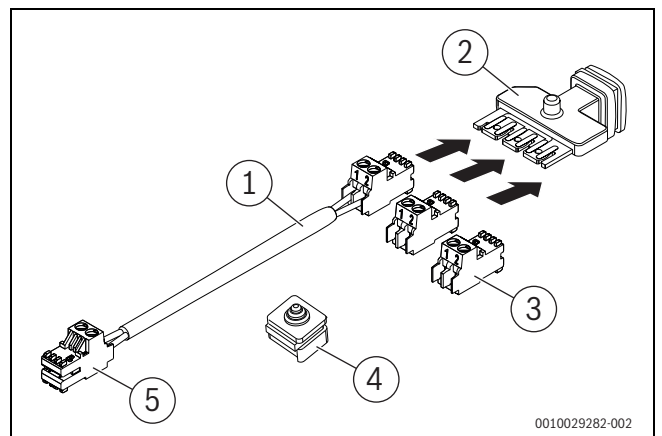

Bild 99 Lieferumfang Zubehör CS 37
- ▶ Kabel (→ Bild 99, [1]) mit Stecker an die EMS-BUS-Leiste (→ Bild 99, [2]) stecken.
- ▶ Beide Stecker (→ Bild 99, [3]) auf die Steckplätze der EMS-BUS-Leiste (→ Bild 99, [2]) stecken.
- EMS-BUS-Leiste (→ Bild 99, [2]) mit den Steckern nach unten in die Öffnung für die Kabeldurchführungen einsetzen.
- Mitgelieferte Kabeldurchführung (→ Bild 99, [4]) einsetzen.